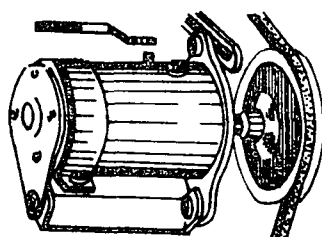

Fig. 4
- a Desligue os cabos e marque a sua posição (fig. 4).